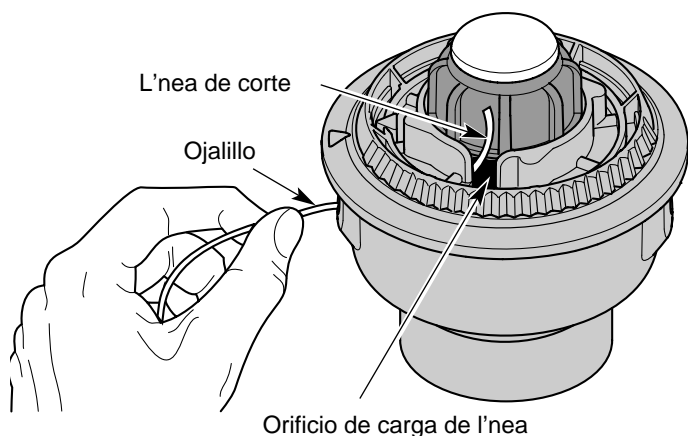

Fig. 42
3. Saque la línea vieja por los orificios de carga y de cierre de línea (Fig. 42 y 43).
4. Inserte una pieza de línea de corte dentro de uno de los ojillos de la bobina exterior. Púselo hacia arriba a través del orificio de carga del carrete interior (Fig. 42). No doble la línea al insertarla en el ojillo.